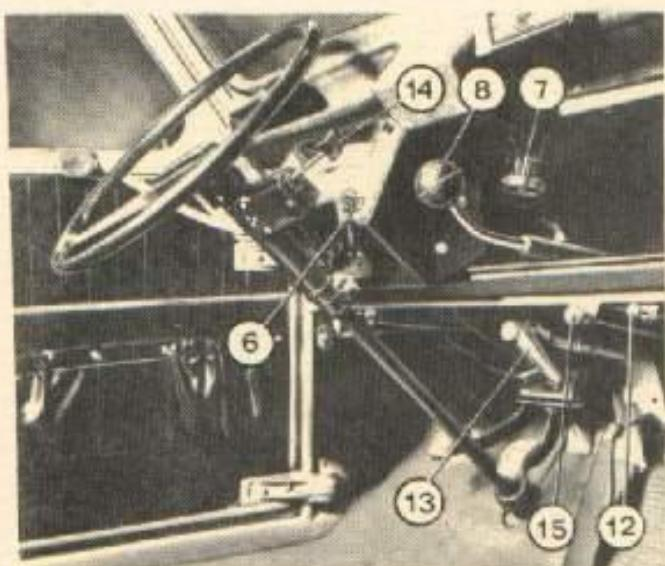

Fig. 1
Poner en contacto (fig. 1). Asegúrese que la palanca de velocidades esté en punto muerto (fig. 5). No apretar el pedal de embrague.
- 2) Tirar completamente a fondo del cebador con una mano y del arranque con la otra (fig. 1 y 2).